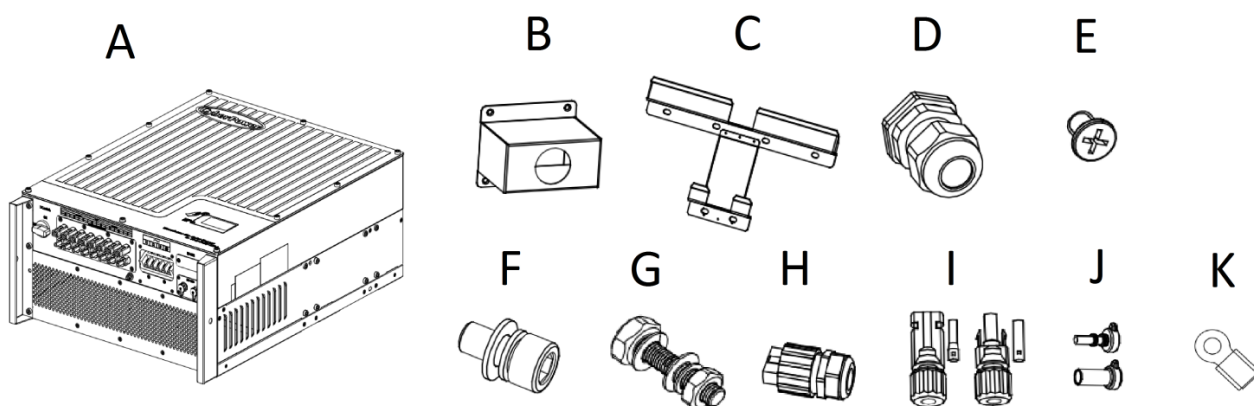

Fig. 4.1
- Fixez le cadre de montage sur le mur comme illustré sur les figures ci-dessous et utilisez les vis comme illustré sur la Figure 4.1 (éléments D)